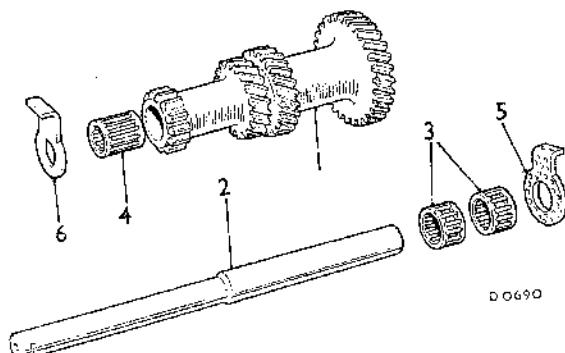

Fig. F.4
- (28) Consultar el párrafo (18). Impulsar el cojinete del eje secundario dentro del alma central, utilizando la Herramienta de Servicio 18G 579 modificada, junto con la arandela separadora.
- (29) Montar de nuevo el engranaje intermedio con la arandela de empuje de tamaño standard en un extremo, y medir la separación en el otro lado. Consultar el cuadro (Fig.F.4) para seleccionar la arandela de empuje variable correcta, de modo que se consiga un hueco longitudinal de 0,05 a 0,15 mm. En las cajas de cambios sincronizadas de tres velocidades, la arandela de empuje pequeña es de tamaño standard, y la grande es selectiva; y esto ocurre a la inversa en las cajas de cambios sincronizadas de cuatro velocidades.